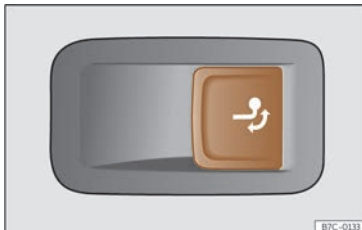

Fig. 172 En el lado derecho del maletero: tecla para desbloquear el gancho de remolque.
- Tire de la tecla >>> fig. 172 brevemente. El gancho de remolque se desbloquea eléctricamente y se gira automáticamente hacia fuera. El testigo de control de la tecla parpadea.
- Tire de la tecla >>> fig. 172 brevemente. El gancho de remolque se desbloquea eléctricamente.
- No pulse nunca la tecla >>> **fig. 172** cuando haya un remolque enganchado o vaya montado un portaequipajes u otros accesorios sobre el gancho de remolque.